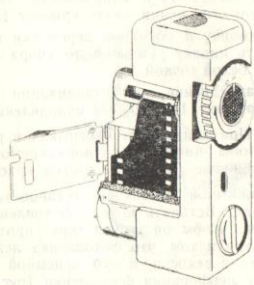

Рис. 7.
5.1.3. Открыть прижимной столик 19, установить кассету с фотопленкой в фотоаппарат. Вставить конец фотопленки в прорезь приемной катушки 16 так, чтобы он вышел через противоположную прорезь катушки. Убедиться в том, что фотопленка лежит на внутренних опорных полозках без перекосов, а зуб приемной катушки и зубья звездочки 15 входят в перфорации фотопленки (рис. 7).